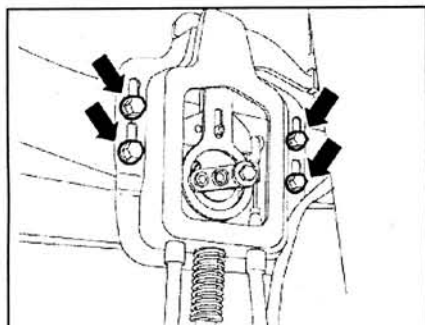

Рис. 7.37. Открутите болты (стрелки) и переместите кронштейн компенсатора вперед.
3. Открутите болты (стрелки) и переместите кронштейн компенсатора вперед (рис. 7.37).
12. Открутите болты (стрелки) и переместите кронштейн компенсатора вперед (рис. 7.37).